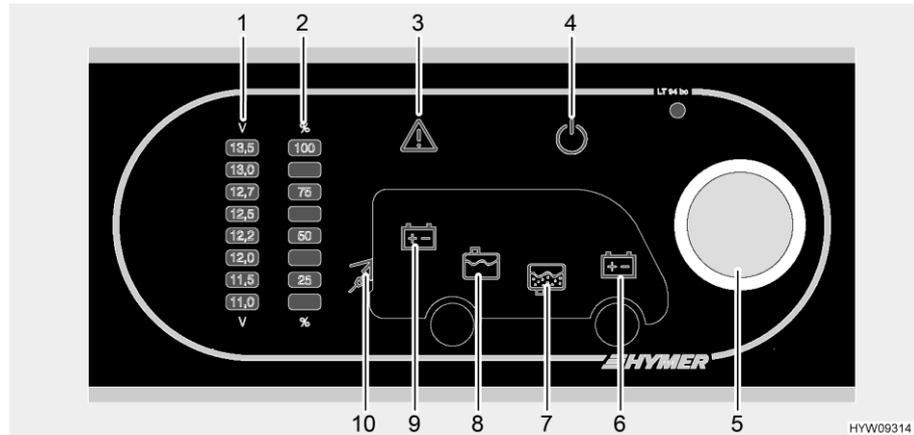

Fig. 105 Panel (LT 94)
El pulsador giratorio (Fig. 105,5) conecta y desconecta el panel y la alimentación de 12 V del habitáculo.
Conectar: ■ Presionar el pulsador giratorio (Fig. 105,5): La alimentación de 12 V del habitáculo está conectada. La luz de control de 12 V (Fig. 105,4) se enciende.
Desconectar: ■ Presionar el pulsador giratorio (Fig. 105,5): La alimentación de 12 V del habitáculo está desconectada. Se apaga la luz de control de 12 V (Fig. 105,4).
A través del pulsador giratorio (Fig. 105,5) se puede consultar tanto la tensión de la batería del habitáculo como la tensión de la batería del motor de arranque. La tensión es indicada en la escala indicadora de la tensión de batería (Fig. 105,1).
- Girar el pulsador giratorio (Fig. 105,5) hasta que esté iluminado el símbolo de la batería para la cual se habrá de consultar la tensión.
Se indica la tensión de la batería del habitáculo (Fig. 105,9)
Se indica la tensión de la batería del motor de arranque (Fig. 105,6)
- Leer la tensión en la escala indicadora Tensión de batería (Fig. 105,1).
A través del pulsador giratorio (Fig. 105,5) se puede consultar tanto el nivel de llenado del depósito de agua como el nivel de llenado del depósito de aguas residuales. El nivel de llenado es indicado en la escala indicadora Nivel de llenado del depósito (Fig. 105,2).
- Girar el pulsador giratorio (Fig. 105,5) hasta que esté iluminado el símbolo del depósito para el cual se habrá de consultar el nivel de llenado.
Se indica el nivel de llenado del depósito de agua (Fig. 105,8)
Se indica el nivel de llenado del depósito de aguas residuales (Fig. 105,7)
- Leer el nivel de llenado la escala indicadora Nivel de llenado del depósito (Fig. 105,2).
La luz de alarma Alarma (Fig. 105,3) parpadeará tan pronto se sobrepase o se quede abajo de valores límite definidos.
La luz de alarma Alarma (Fig. 105,3) parpadeará tan pronto la tensión de la batería quede abajo de 11 V. En caso de que esté conectada la alimentación de 12 V, adicionalmente estará iluminado el símbolo de batería correspondiente (Fig. 105,6 ó 9), y la indicación "11,0" de la escala indicadora Tensión de batería (Fig. 105,1) parpadeará. Amenaza de descarga completa.
La luz de alarma Alarma (Fig. 105,3) parpadeará y el símbolo del depósito correspondiente (Fig. 105,7 ó 8) estará iluminado tan pronto esté vacío el depósito de agua o lleno el depósito de aguas residuales.
Se enciende la luz de control de 230 V (Fig. 105,10) cuando hay tensión de red en la entrada del bloque eléctrico.